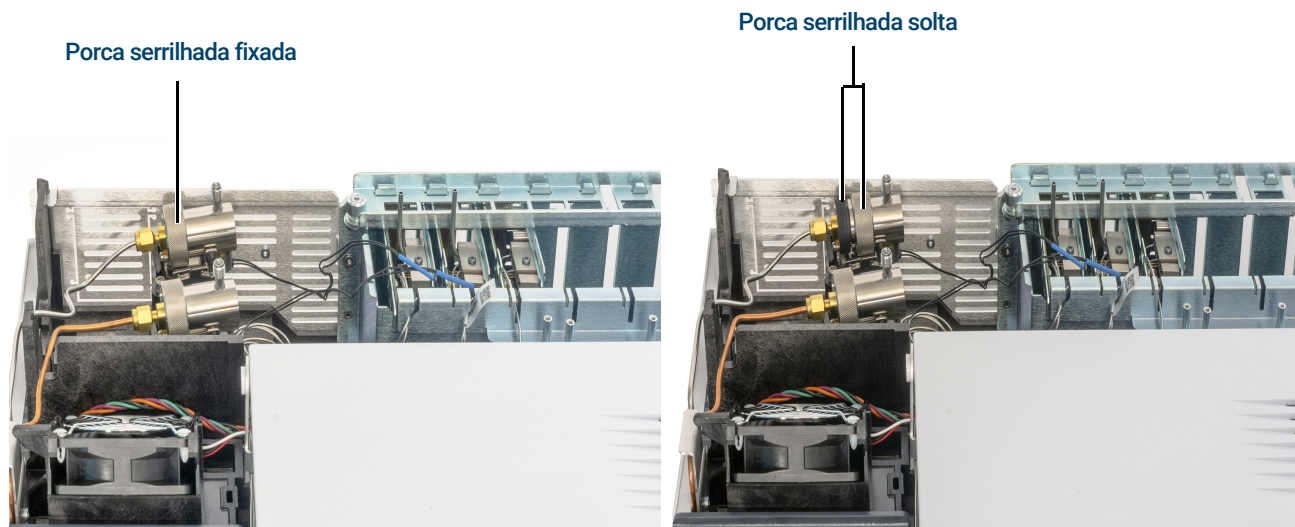

Figura 34. Porca serrilhada solta
- 4 Solte completamente a porca serrilhada que prende o trap do split vent, conforme mostrado na **Figura 34**.